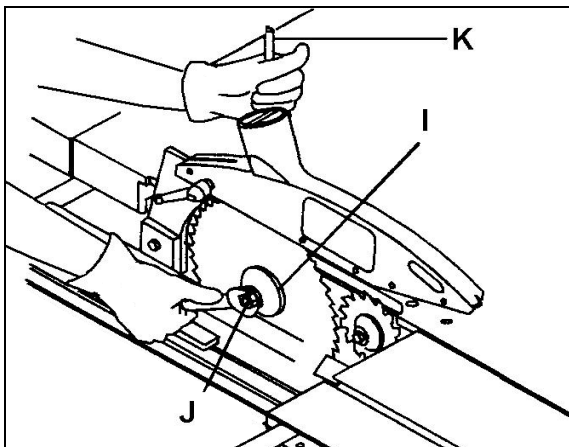

Abb. 23
Die Dornmutter (J, Abb. 23) lösen und dabei den Dorn mit Hilfe des Sicherungsstifts (K) gegen Drehen sichern.